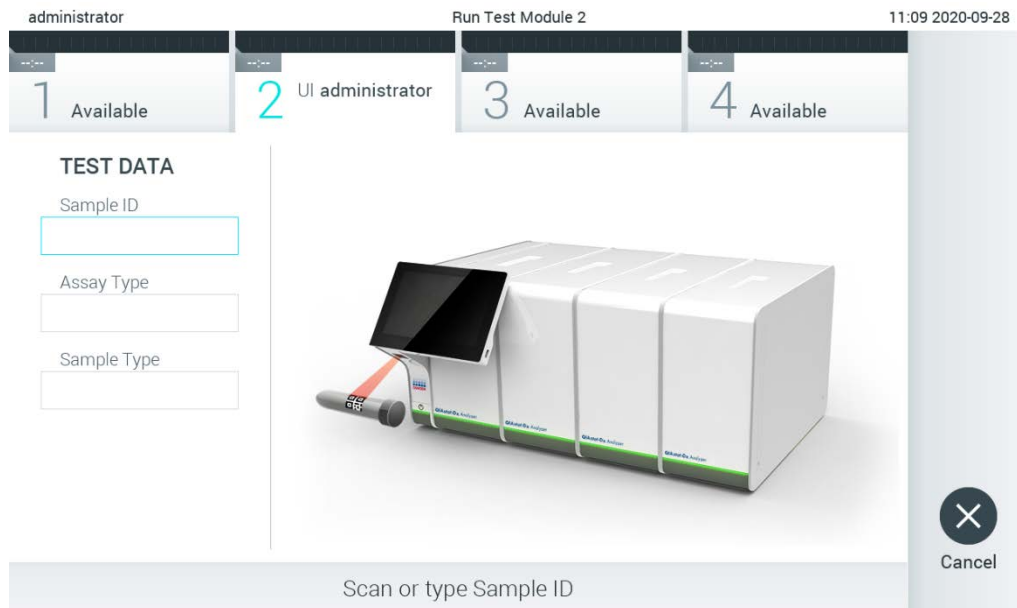

Figura 81. Scanarea codului de bare cu ID-ul probei.
2. Atunci când vi se solicită acest lucru, scanați codul de bare pentru ID-ul probei, folosind cititorul de coduri de bare integrat în modulul operațional (Figura 81).